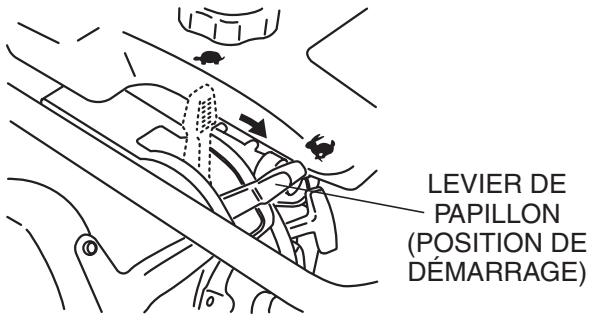

Figure 10. Levier de papillon (position de démarrage)
1. Pour commencer l'action de compactage du pilon, déplacer le levier du starter (Figure 10) **rapidement** de la position **RALENTI** à la position de **DÉMARRAGE** (👉). **NE PAS** déplacer le levier de starter lentement car cela peut endommager l'embrayage ou le ressort.